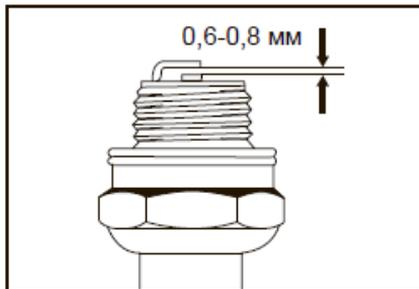

Рис.12
- У разі будь-якого пошкодження, утворення нагару чи невідповідного проміжку між електродами (відстань повинна становити 0,6-0,8 мм (Рис. 12) свічку потрібно замінити;